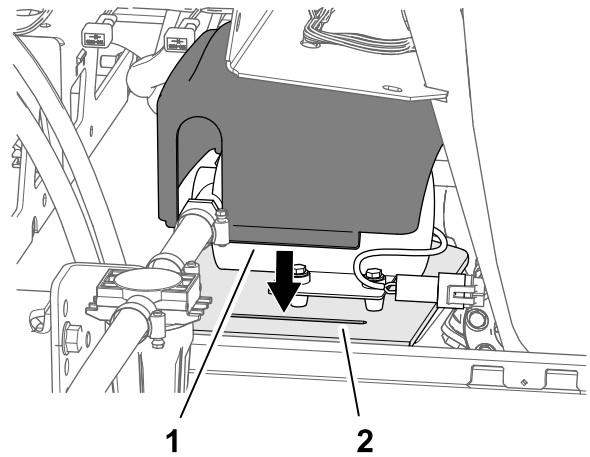

Figure 32
- Insérez les 2 languettes du capot dans les 2 fentes de la plaque de montage du cadre du réservoir (Figure 32).
- Placez le capot par-dessus de la pompe du réservoir de rinçage, comme montré à la Figure 32.